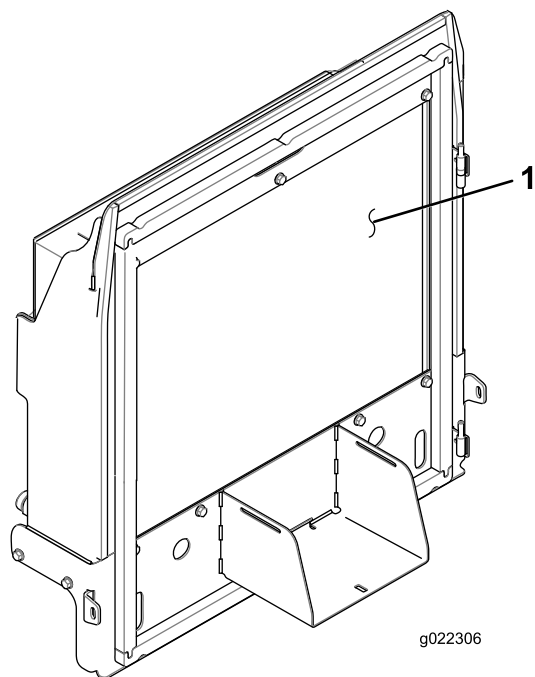

Figura 65
4. Pulite accuratamente entrambi i lati del radiatore e del refrigeratore dell'olio (Figura 65) utilizzando aria compressa.